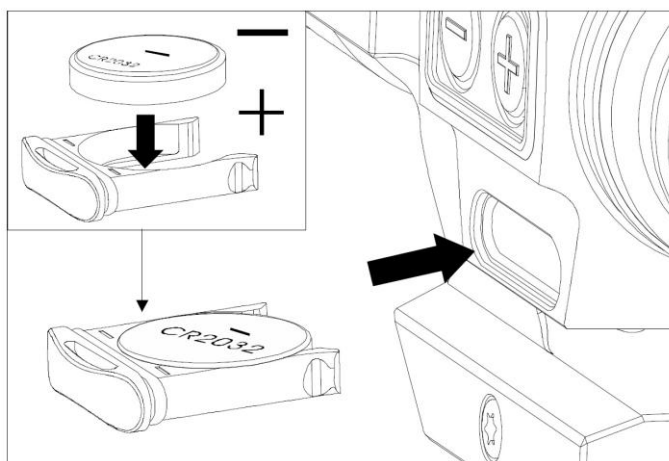

рис.2-2
2. Установка новой батарейки (см. Рис.2-2):